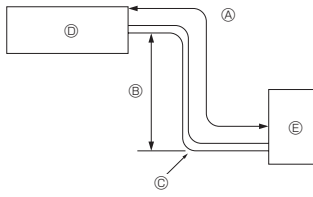

Fig. 2-1
2.1. Cev za rashladno sredstvo (Fig. 2-1)